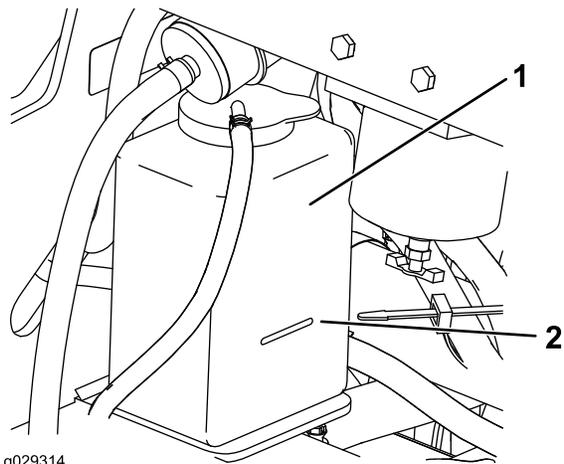

Figura 63
3. Controllate il livello del refrigerante nel serbatoio di espansione (Figura 63).